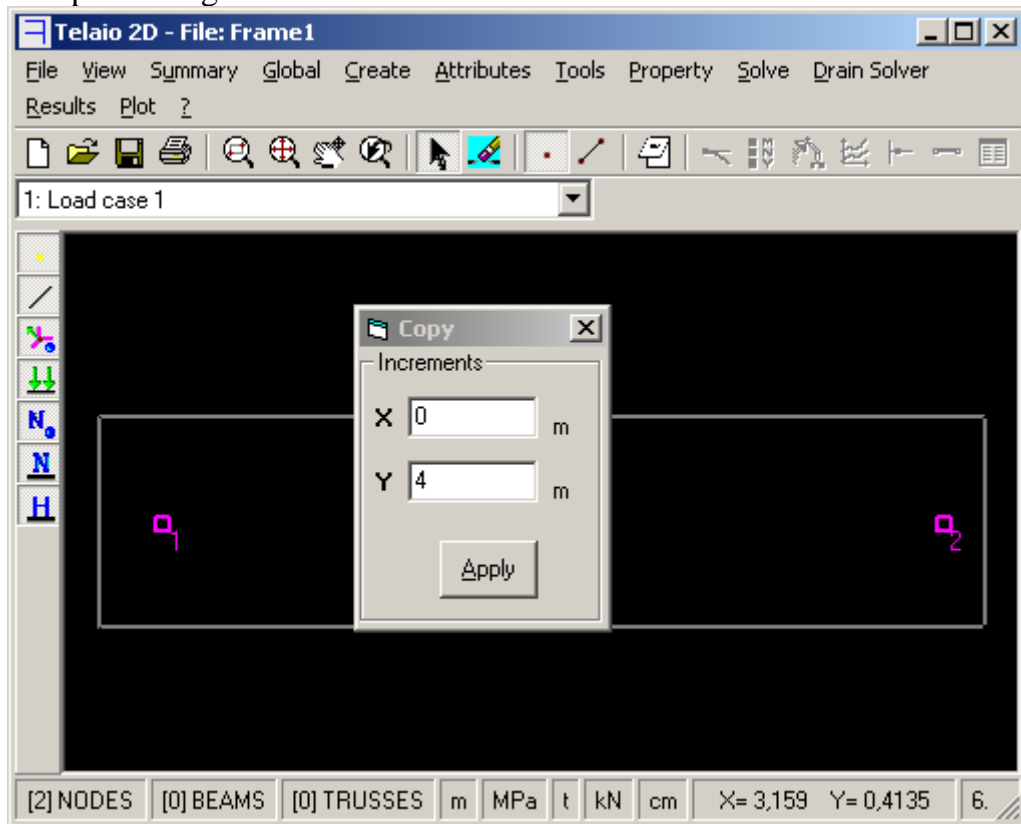

Fig. 2
- selezionare i due nodi cliccando su di essi o trascinando il mouse per includerli in una finestra (Fig. 2)